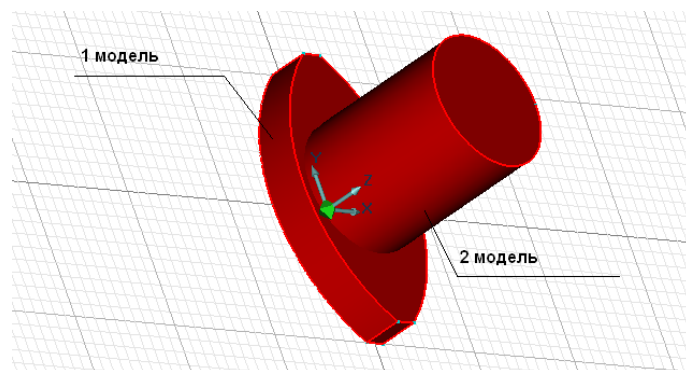

Рисунок 2.8 – Результат використання операції «Объединение»
3. Натисніть кнопку  «Объединение тел» на панелі «Операции с группами объектов». Вибрані тіла будуть об'єднані (рис. 2.8).